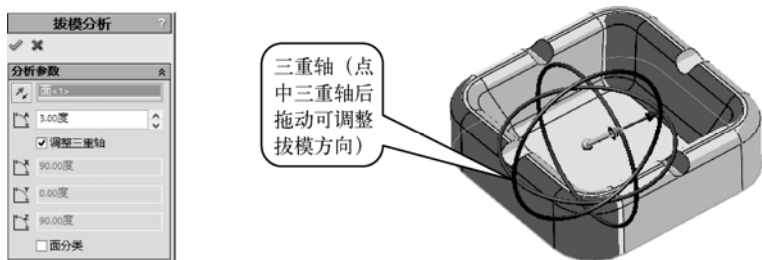

图 5-16 调整三重轴操作
- “调整三重轴”复选框：选中此按钮后，将在操作区中显示三重轴，从而可以沿着三重轴调整拔模方向，如图 5-16 所示。